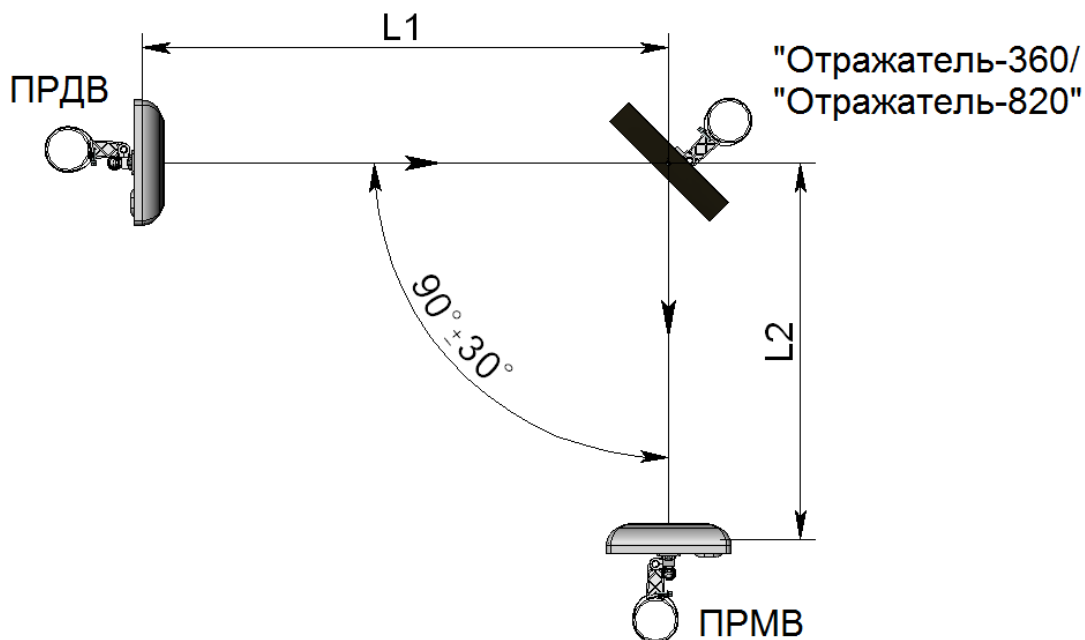

Рисунок 14.1
14.2 При работе с «Отражателем-360» суммарная длина зоны обнаружения $L1+L2$ (где $L1$ – расстояние между ПРДВ и отражателем, $L2$ – расстояние между отражателем и ПРМВ, см. рисунок 14.1) не должна превышать: